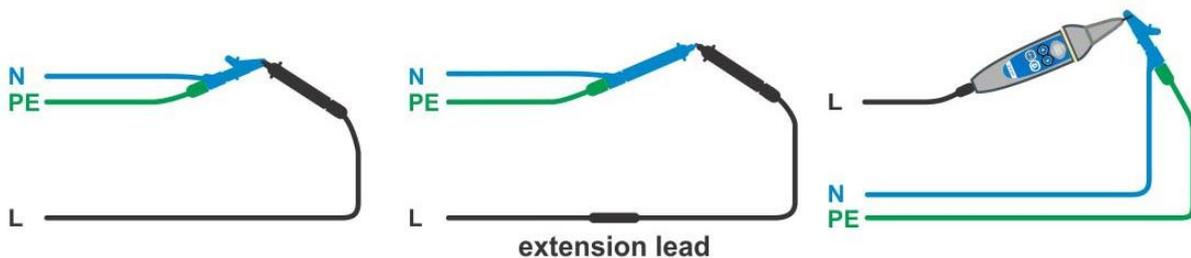

Abbildung 5.13: Kurzgeschlossene Prüflleitungen
- **Schließen** Sie das Prüfkabel am Messgerät an und schließen Sie die Prüflleitungen miteinander kurz, (siehe *Abbildung 5.13*) .